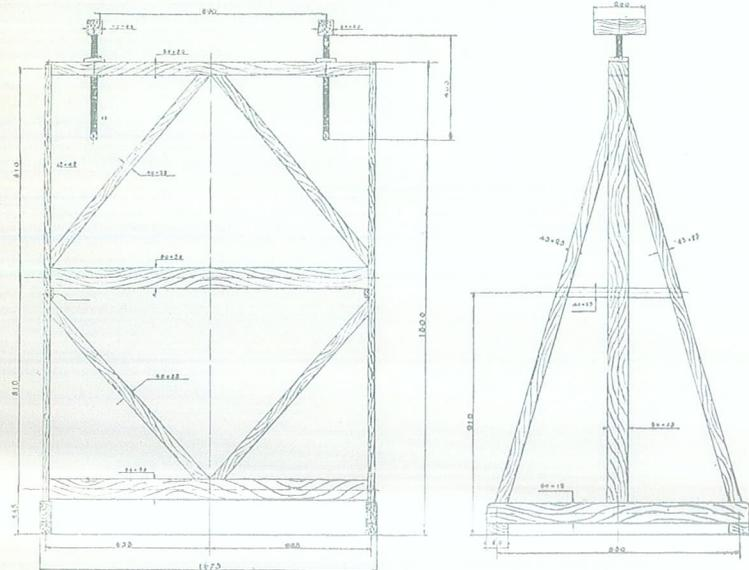

Fig. 40 — Cavalletto montaggio ali
- 2 cavalletti per il sostegno dell'ala superiore (fig. 40);